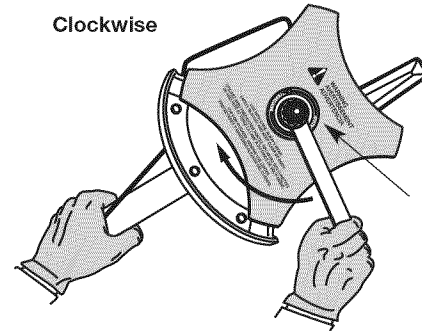

Fig. 14
2. Sujete la varilla de traba en su lugar sosteniéndola al lado del brazo de la unidad (Fig. 14).
3. Mientras sujeta la varilla de traba, afloje la tuerca en la hoja girándola hacia la derecha con una llave de boca cerrada o de cubo de 13 mm (Fig. 14).